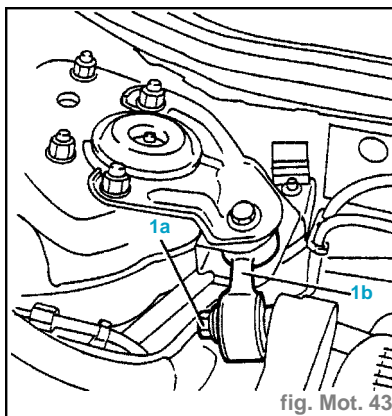

fig. Mot. 43
- Desserrer les vis (1a) et déposer le tirant de réaction (1b) au niveau de la bride de fixation (fig. Mot. 43).